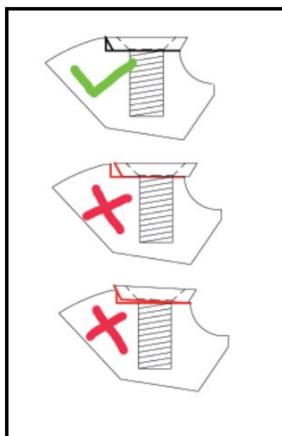

Abb. 18
- 7 Führen Sie eine Sichtprüfung durch und vergewissern Sie sich, dass die Wendeplatte an ihrem Platz ist und kein Spalt zwischen Wendeplatte und Wellenkörper vorhanden ist (Abb. 18).